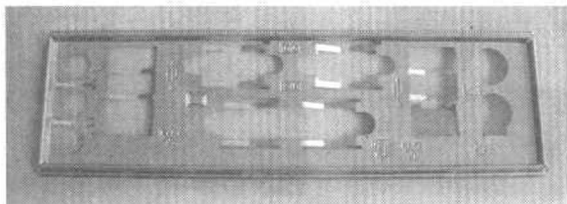

图 1-25 主板挡板
- ① 首先找到购买主板时附带的主板挡板, 如图 1-25 所示。